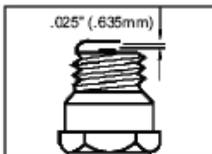

Рис. 18
1. Зазор свечи зажигания — 0,635 мм (рис. 18).